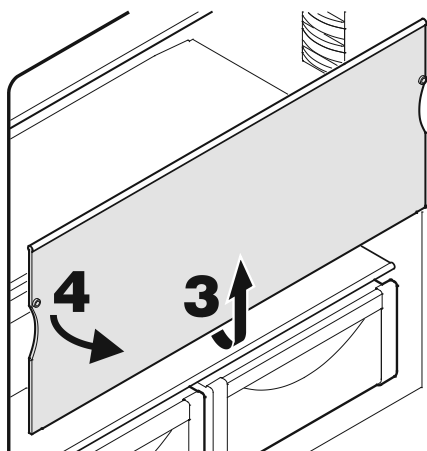

Figure 15
## Retirer les étagères - Figure 15
- Retirer les étagères en verre comme à la **Figure 15**.